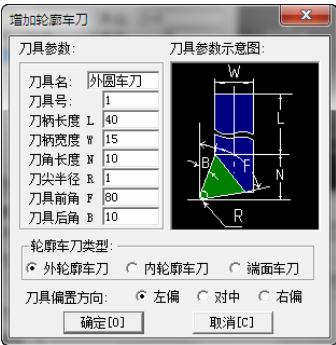

图 4-137 增加轮廓车刀
1) 单击“轮廓车刀”选项卡，单击“增加刀具”按钮，弹出“增加轮廓车刀”对话框。设置刀具名：外圆车刀；刀具号：1；刀柄长度：40；刀柄宽度：15；刀角长度：10；刀尖半径：1；刀具前角：80；刀具后角：10；轮廓车刀类型：外轮廓车刀；刀具偏置方向：左偏，如图 4-137 所示。单击“确定”按钮，完成车刀参数设置。